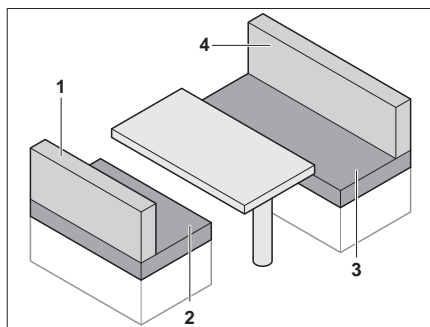

Bild 72 Vor dem Umbau
- Die Rückenpolster (Bild 72,1 und 4) abnehmen.